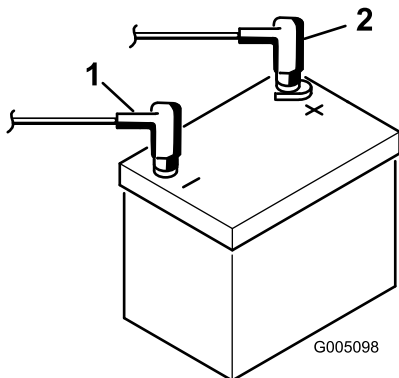

Figura 8
2. Conecte el cable positivo (rojo) de la batería desde el solenoide del motor de arranque al borne positivo (+) de la batería (Figura 8). Apriételo con una llave y unte de vaselina el terminal. Asegúrese de que el cable no toca el asiento, cuando éste está en la posición más hacia atrás, puesto que esto podría desgastar o dañar el cable.